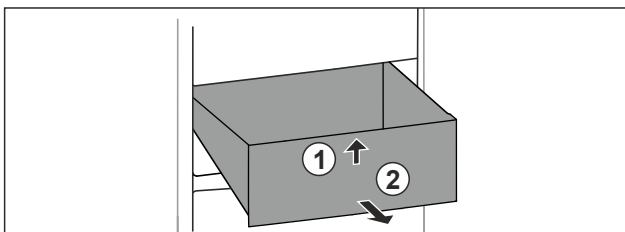

Fig. 71
- ▶ Soulever la partie avant du tiroir. Fig. 71 (1).
- ▶ Retirer le tiroir par l'avant. Fig. 71 (2)